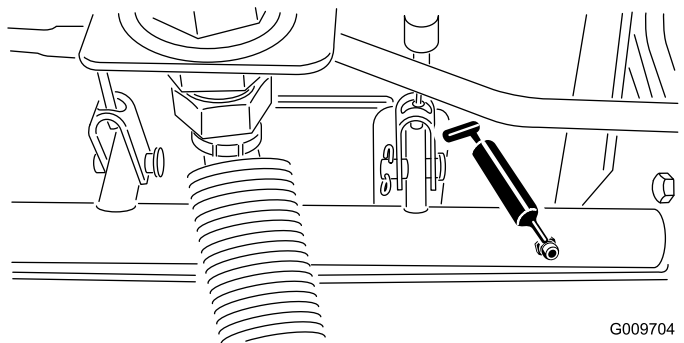

Bild 64
- Bremsstangen-Drehlager (5) (Bild 64)